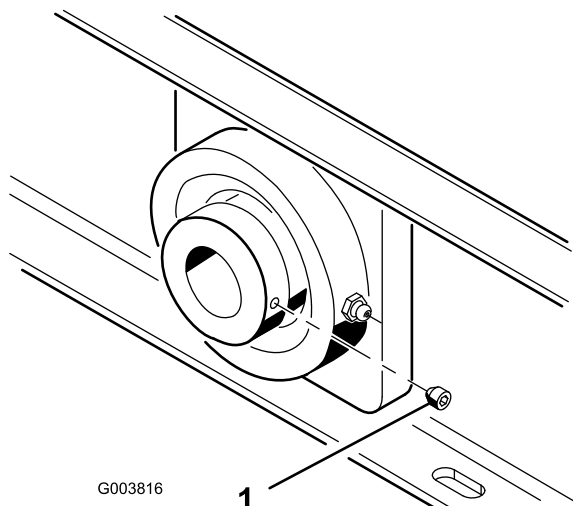

Figure 11
- Serrez les vis de fixation des paliers d'arbre de ventilateur (Figure 11) à un couple de 6,6 à 9,3 Nm.